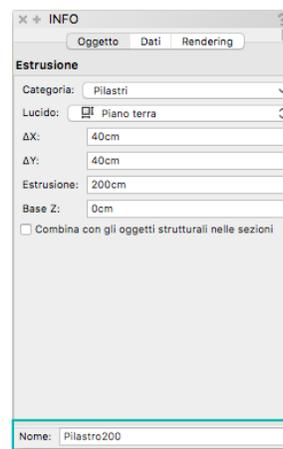

FIGURA 16
2. Nel dialogo che compare definire un nome per la nuova tipologia di oggetto. Se è un simbolo, utilizzare il nome della definizione del Simbolo. Se è un oggetto modellato, come un'estrusione, il nome oggetto che viene aggiunto dovrebbe corrispondere con il nome definito dall'utente tramite la **Tavolozza informazioni** (**FIGURA 16**).
1. Fare clic sul bottone **Cambia mappatura** (**FIGURA 16**).